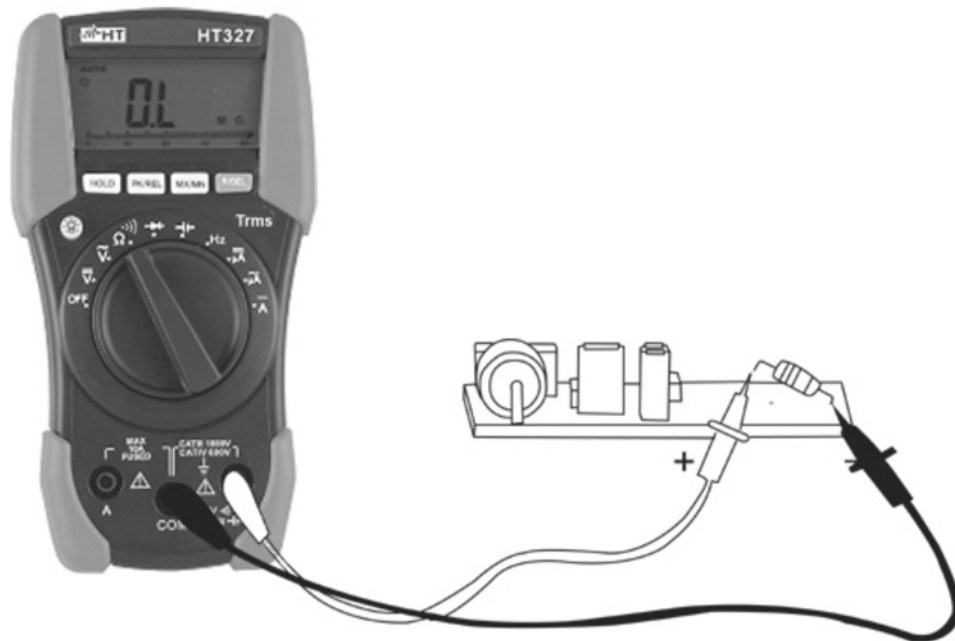

Abb. 6: Widerstandsmessung und Durchgangstest
2. Verbinden Sie die Messleitungen wie folgt: die rote Messleitung in die $\rightarrow$ **H_zV Ω μ A** - Buchse und die schwarze Messleitung in **COM**-Buchse (s. Abb. 6).